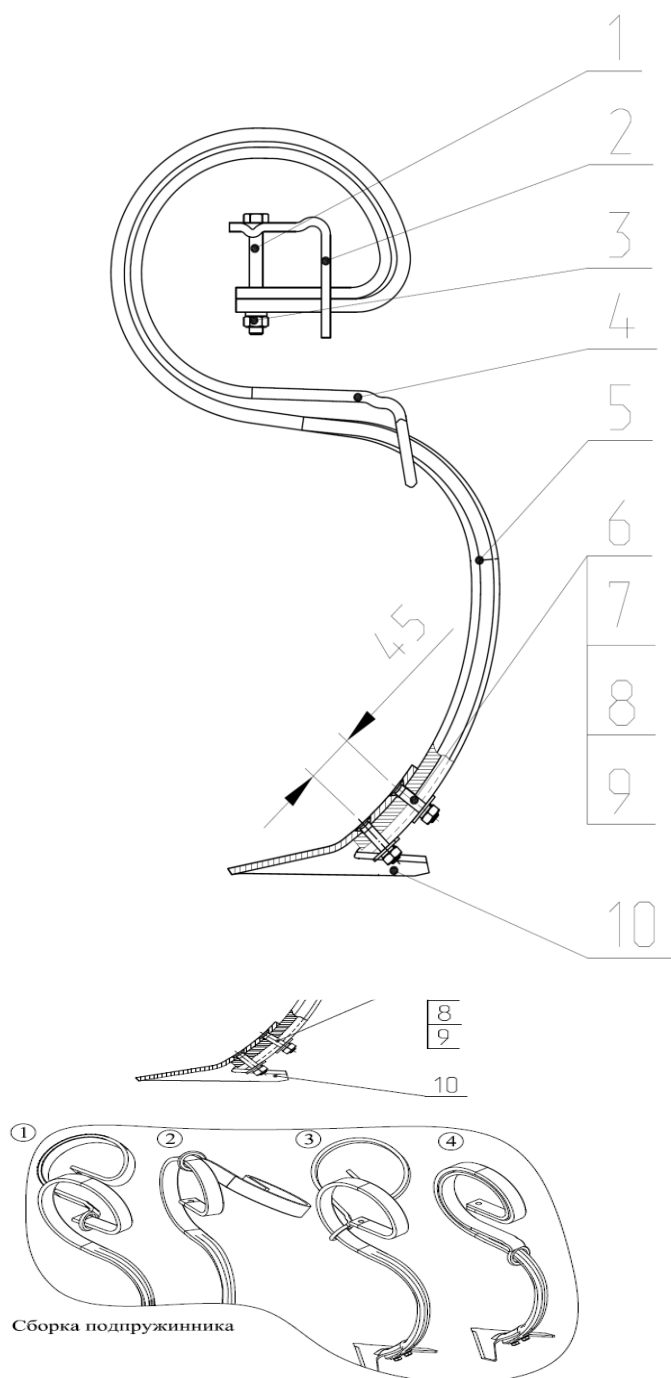

Рис. 11.2 Стойка пружинная в сборе.
2.9.1 Стойка пружинная (рис. 11.2) предназначена для выполнения основной технологической операции (подрезание сорных растений с дополнительным рыхлением почвы).
Рис. 11.2а Стойка пружинная в сборе.